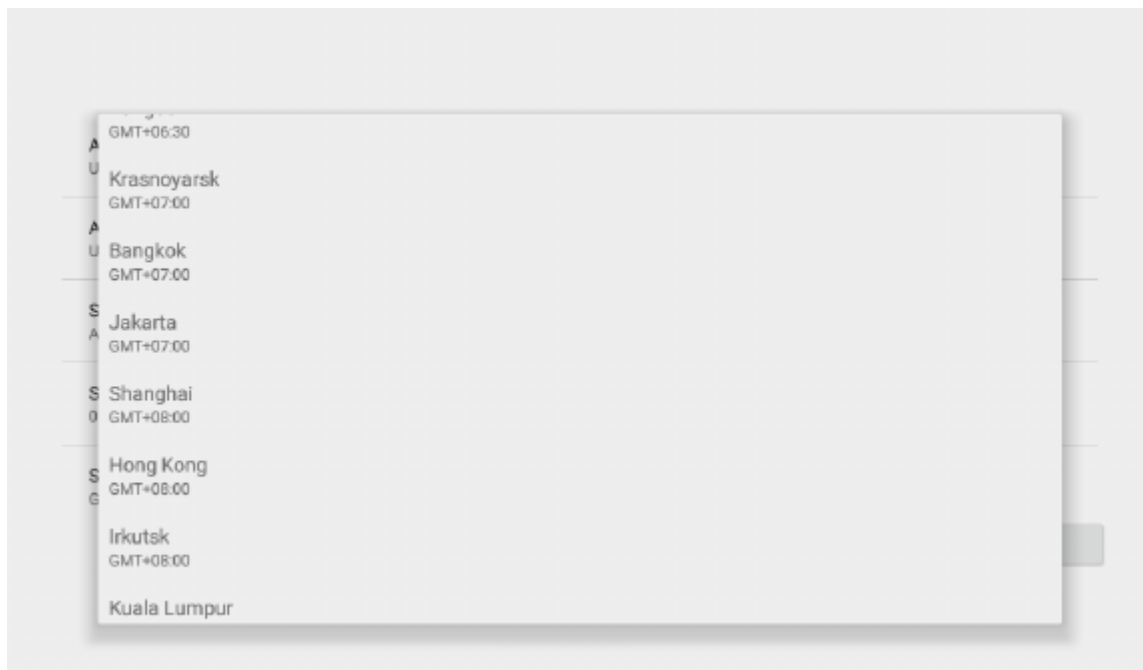

Рис. 4.45. Выбор часового пояса
- ⑤ «Select time zone»: нажмите на эту кнопку, чтобы перейти в окно настройки часового пояса в соответствии с рис. 4.45.